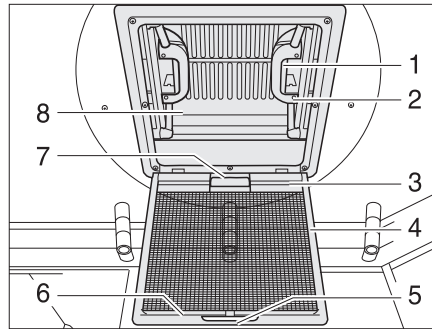

Bild 42 Dachhaube mit Schnappverschluss
- Am Griff (Bild 42,5) ziehen.
- Insektenschutz (Bild 42,4) nach unten klappen.
- Schnappverschluss (Bild 42,1) zur Innenseite der Dachhaube (Bild 42,8) drücken. Gleichzeitig mit dem Griff (Bild 42,2) die Dachhaube nach oben drücken.
- Insektenschutz (Bild 42,4) nach oben schwenken, bis er einrastet.
- An beiden Griffen (Bild 42,2) die Dachhaube (Bild 42,8) kräftig nach unten ziehen, bis beide Schnappverschlüsse (Bild 42,1) eingerastet sind.
- Verdunklungsrollo am Griff (Bild 42,7) ziehen und Hakenleiste (Bild 42,3) in die Halteleiste (Bild 42,6) am Insektenschutz einhängen.
- Hakenleiste (Bild 42,3) von der Halteleiste (Bild 42,6) lösen und Verdunklungsrollo langsam zurückführen.